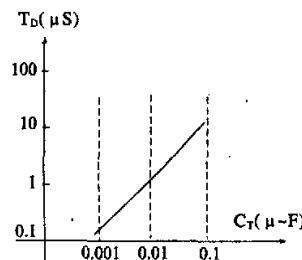

图 1 CT 值与输出死区时间  $T_d(\mu\text{s})$  关系
a. 控制死区时间。振荡器输出的触发脉冲直接送到 2 输出级的或非门作为封闭脉冲, 以保证 2 组三极管输出不可能出现同时导通; 输出死区时间 TD 与 Cr 关系见图 1。